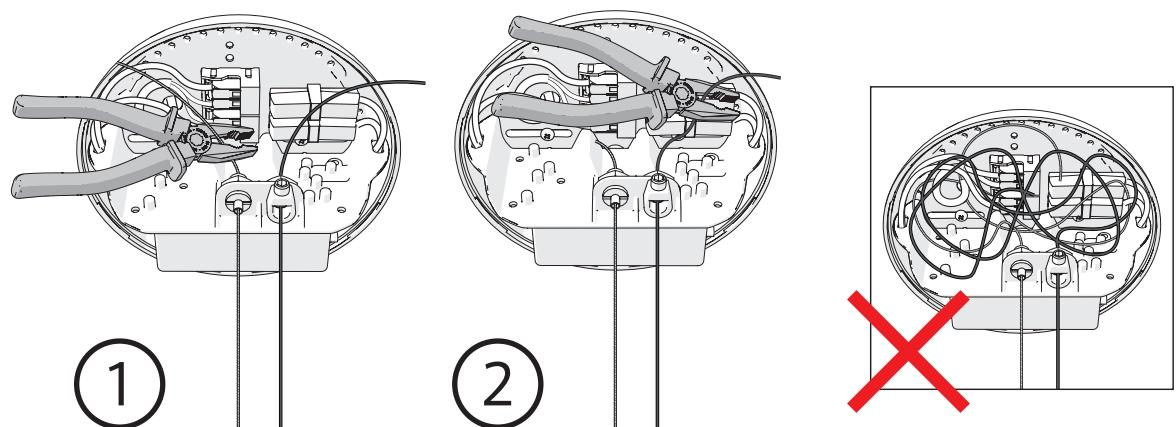

図14
14. 本体側の電源コードを端子クリップ [本体側] に接続します。 (図14)